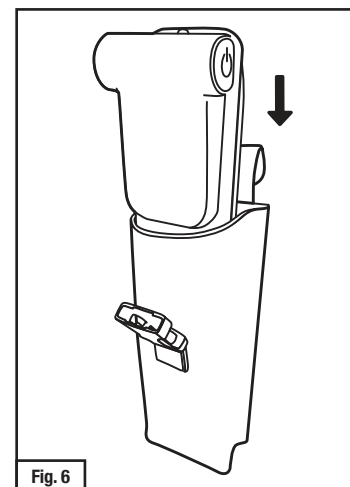

Fig. 6
5. Puede usar la funda de uso rudo en cualquier lado del cinturón; si elige usar la batería y funda en el lado **derecho** del cinturón, deslice el adaptador TR-659 con batería en la funda con el lado de la batería hacia el enlace del cinturón (posterior) de la funda (Fig. 6).